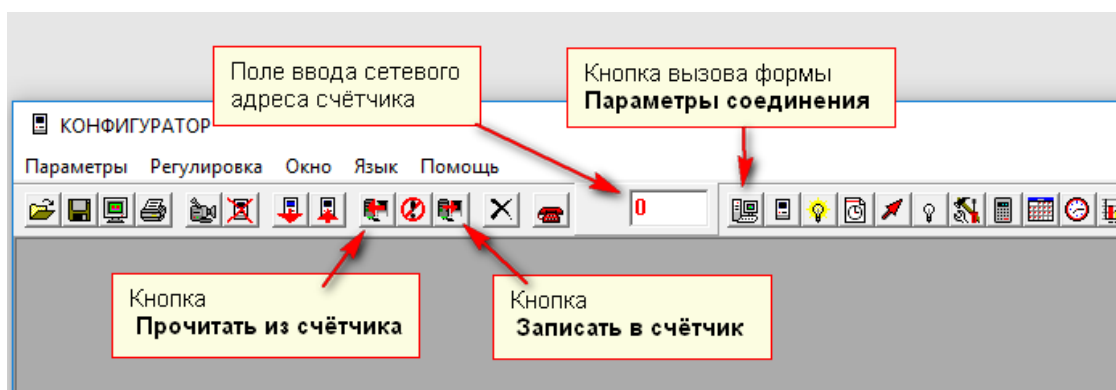

Рисунок 5.1 – Кнопки быстрого доступа на панели инструментов
5.1.2 Нажать кнопку  **Параметры соединения** на панели инструментов (см. рисунок 5.1).
5.1.3 Установить значение «0» в поле сетевого адреса на панели инструментов, если подключение осуществляется к единственному счетчику (см. рисунок 5.1) и сетевой адрес счетчика неизвестен. Если сетевой адрес счетчика известен – ввести адрес счетчика в поле сетевого адреса.